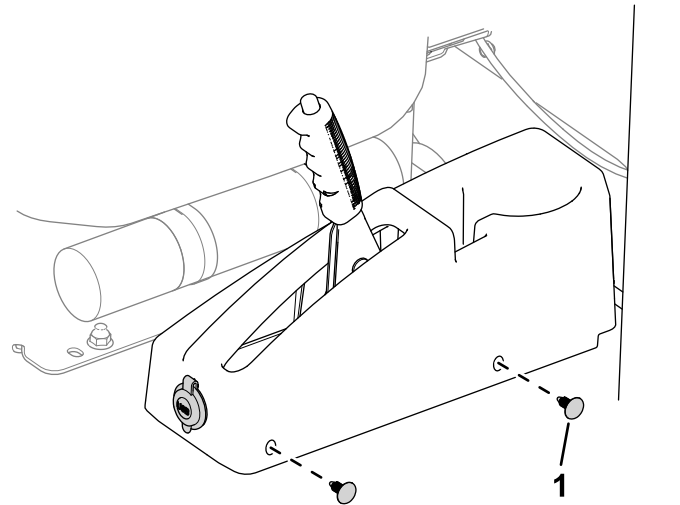

Рисунок 4
7. Прикрепите кожух рычага стояночного тормоза к машине с помощью 4 заглушек (Рисунок 4).